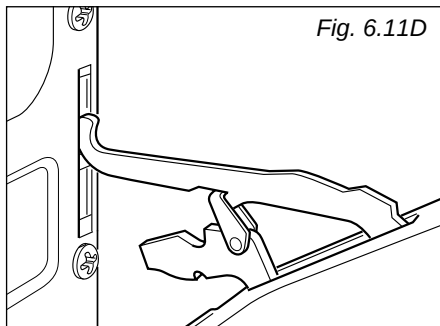

Fig. 6.11D
- Extraire également la baïonnette supérieure des charnières de son emplacement (fig. 6.11D).